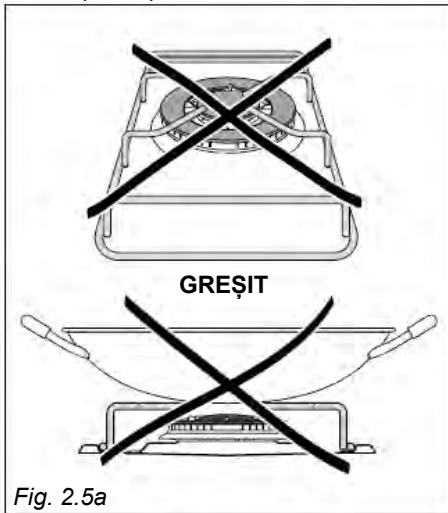

Fig. 2.5a
- Pentru a utiliza wokul, trebuie să așezați suportul corespunzător (dacă adaptorul pentru tigăie wok nu este furnizat împreună cu aparatul, acesta este disponibil ca accesoriu, la un cost suplimentar) pentru a evita orice funcționare defectuoasă a arzătorului cu inel dublu (fig. 2.5a - 2.5b - 2.6a - 2.6b).